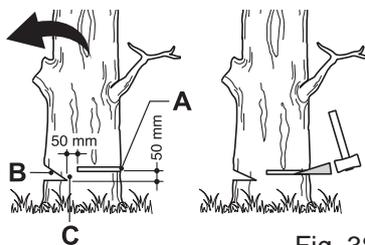

Fig. 38
Pratiquer une encoche (Fig. 38, B) égale au tiers du diamètre de l'arbre et perpendiculairement à la direction de sa chute (Fig. 38). Couper tout d'abord le trait horizontal le plus bas. Cette précaution évitera le coincement de la chaîne ou de la barre lorsque la seconde encoche sera pratiquée.
- > Pratiquer le trait arrière (Fig. 38, A) 50 mm minimum au-dessus de l'encoche du trait horizontal (Fig. 38). Le trait arrière doit être parallèle à l'encoche du trait horizontal. Le trait arrière doit être pratiqué en laissant une épaisseur de bois suffisant à former une charnière. La charnière (Fig. 38, C) maintiendra la direction d'abattage et évitera à l'arbre de se tordre. Ne pas couper à travers la charnière.